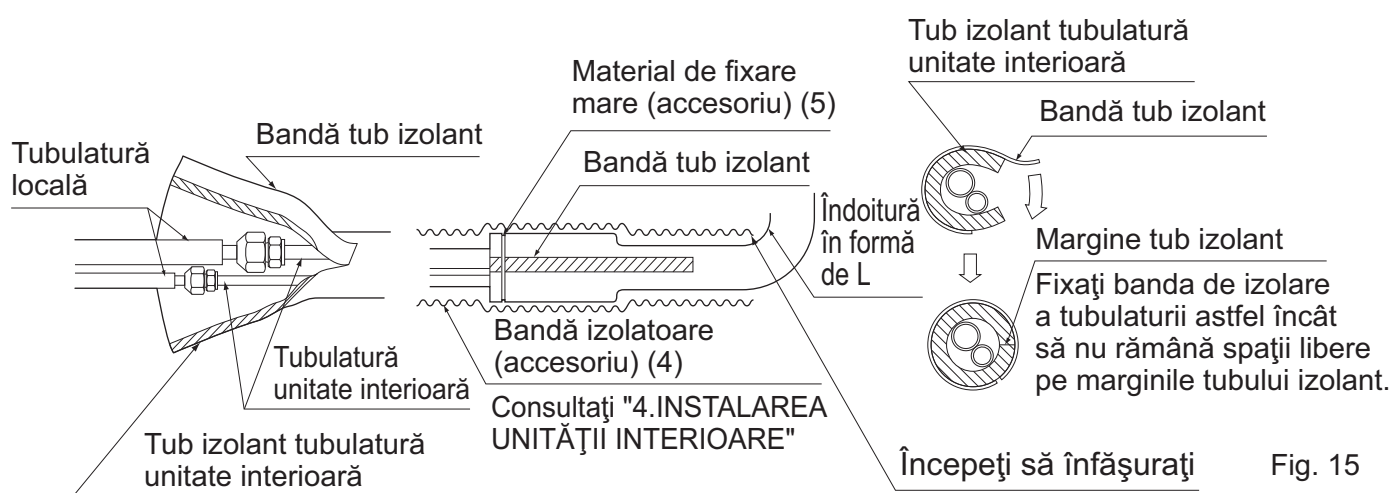

Fig. 15
- După ce ați verificat dacă există pierderi de gaz, izolați racordurile cu tubulatura izolatoare suplimentară și cu bandă izolatoare (4). Banda izolatoare (4) trebuie înfășurată de la cotul în formă de L complet până la capăt în interiorul unității. **(Consultați Fig. 15)**